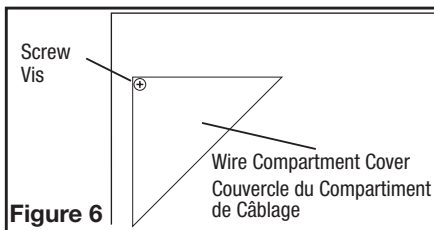

Figure 6
- 1a. **External Wire Compartment:** Remove the wire compartment cover screw and place cover in a secure place (**Figure 6**).
- 1a. **Compartiment de Câblage Extérieur :** enlever la vis du couvercle du compartiment à câblage et mettre ce couvercle dans un endroit fiable (**Figure 6**).